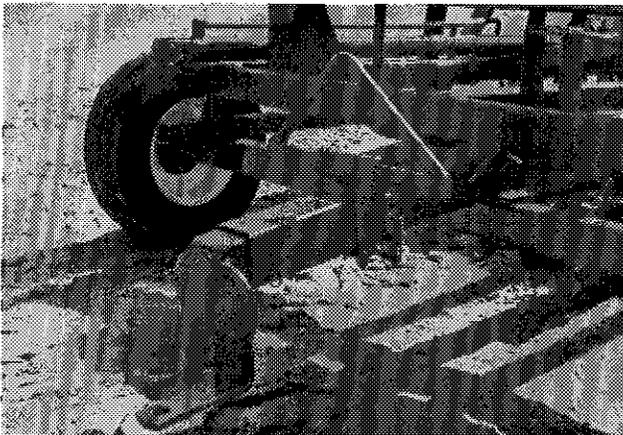

Figure 36
- 1) Un triangle de manoeuvre a été installé sur la section fixe du timon (fig. 36). Ceci permet d'influencer ou de changer la direction du SilaTube de façon rapide et efficace, sans descendre du tracteur. Insérez simplement le pic à balles dans le bas du triangle, du côté où vous désirez diriger le SilaTube et soulevez légèrement.